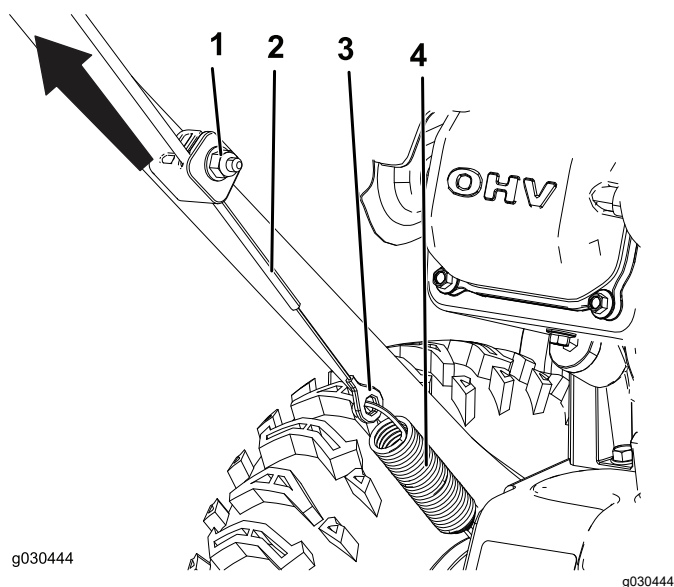

Figure 21
1. Desserrez l'écrou sur le collier inférieur du câble, mais ne le retirez pas (Figure 21).
2. Tirez sur le câble pour le tendre légèrement (Figure 21).
3. Maintenez le câble en place et serrez l'écrou (Figure 21).